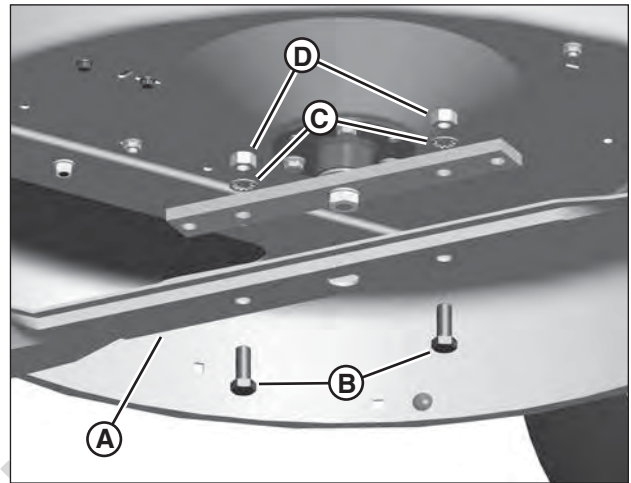

Figure 35: Déposer la lame de tondeuse
2. Retirer les boulons (B, Figure 35), les rondelles (C) et les écrous (D) attachant la lame de tondeuse (A) à la fusée.